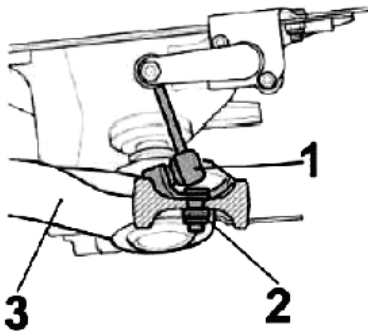

Fig. 2:
- Halterung der Leuchtweitenregulierung (Fig. 2/2) vom Querlenker abschrauben (Fig. 2/3) (nur auf der linken Seite vorhanden).
- Unscrew headlamp leveling holder (Fig. 2/2) from control arm (Fig. 2/3) (only right side of vehicle).
- Dévisser le support du module de réglage de la lumière (Fig. 2/2) du bras de suspension (Fig. 2/3) (n'existe qu'à côté gauche).
- Desatornillar el soporte de la regulación de los anchos de luces (Fig. 2/2) del brazo transversal (Fig. 2/3) (presente sólo en el lado izquierdo).